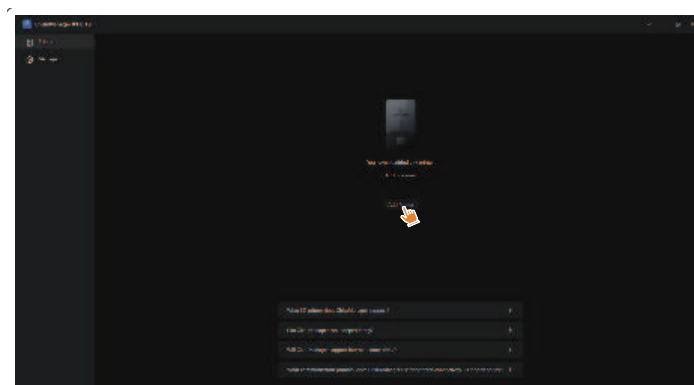

Abbildung 9: Hinzufügen des Druckers
2. Klicken Sie im Netzwerkverwaltungszentrum auf **Add Printer**, um den Drucker zu verknüpfen (Computer und Drucker müssen sich im selben lokalen Netzwerk befinden). Danach lässt sich der Drucker über die Software fernsteuern (siehe Abbildung 9).